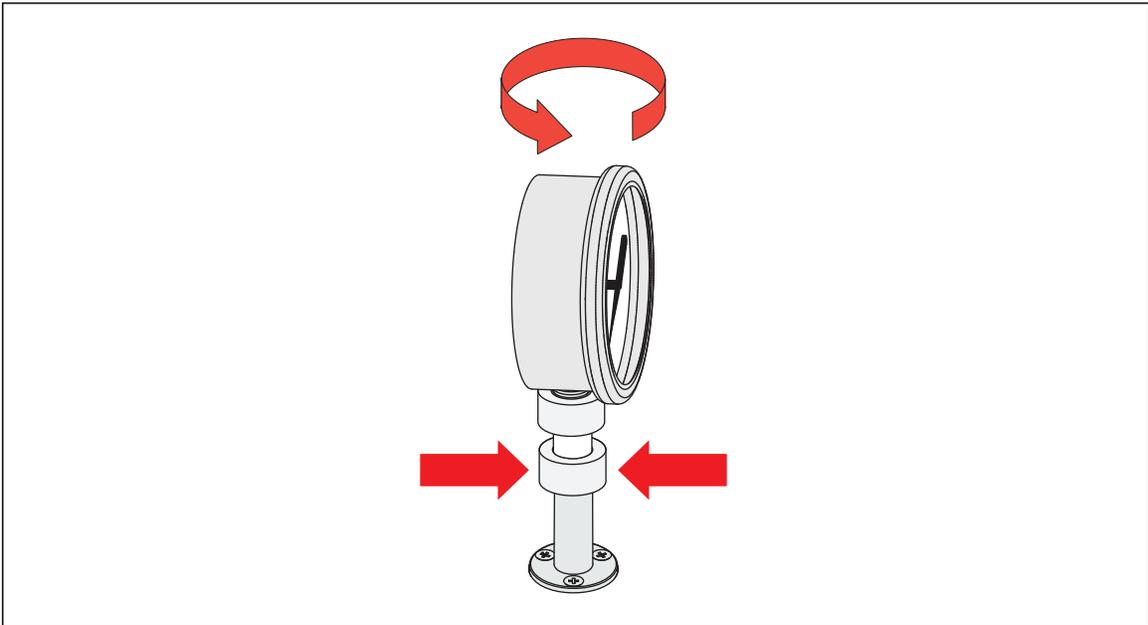

图 12. 调节仪表位置
3. 若要调整位置以面向前方，请握住仪表转接头，然后逆-时针方向转动仪器，从而使其面朝前方，参见图 12。